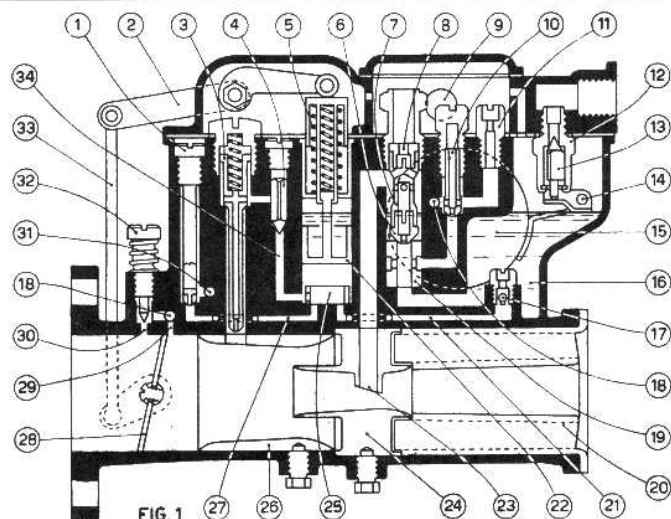

FIG. 1
Dallo schema di funzionamento in Fig. 1 si rileva che l'aria entra orizzontalmente, passa attraverso le prolunghe alette centratore (20) ed i centratori (24), ove si miscela con il carburante uscente dai tubetti spruzzatori (23), e quindi, attraverso la strozzatura operata dai coni diffusori (26), viene convogliata ai cilindri del motore, attraverso la regolazione di apertura delle valvole a farfalla (28). Le prolunghe alette centratore (20) hanno il compito di mantenere sui tubetti spruzzatori (23) un flusso continuo di aria, smorzando le pulsazioni di aspirazione dovute al motore, in modo di ottenere una più costante ed omogenea miscela di aria e di carburante e di evitare il rifiuto di combustibile dalla presa d'aria del carburatore.